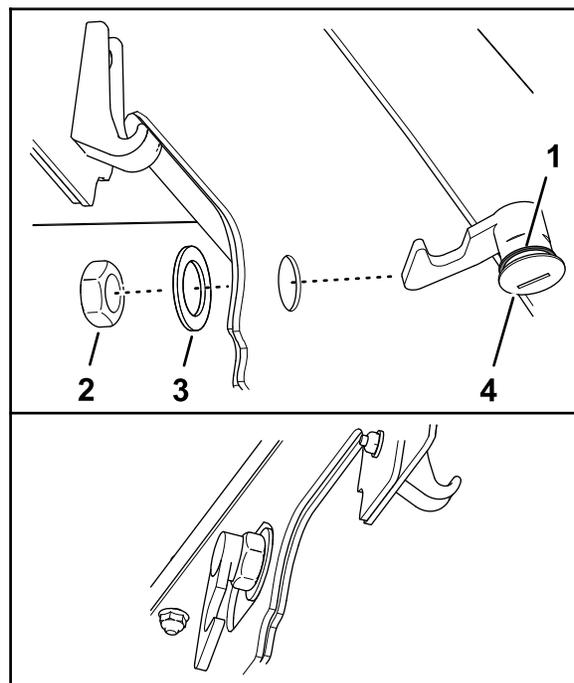

Figura 36
3. Assicuratevi che la guarnizione sia montata al blocco del cofano (Figura 36).